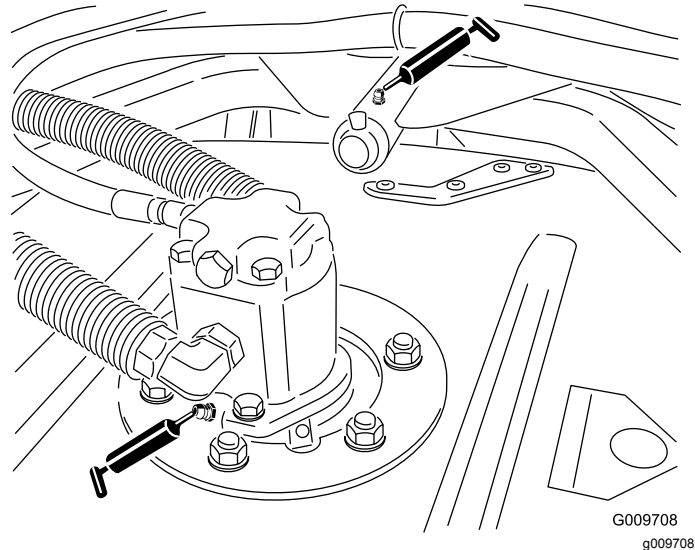

Figura 50
- Cojinetes de los ejes de las unidades de corte (2 por unidad de corte) (Figura 50)
- Casquillos de los brazos de las unidades de corte (1 por unidad de corte) (Figura 50)